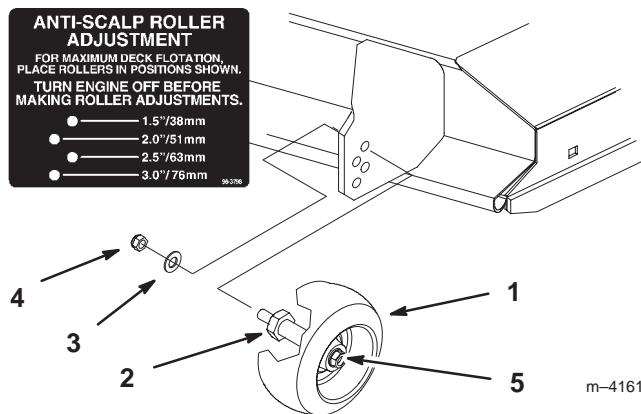

Figure 22
2. Lorsque la hauteur de coupe est réglée, enlevez l'écrou à collarette et la rondelle élastique tout en maintenant le goujon avec une clé (Fig. 22).
- Remarque :** N'enlevez pas l'écrou et la rondelle de la roue (Fig. 22).
3. Choisissez le trou pour que la roue de jauge se trouve le plus près possible de la hauteur de coupe correspondante voulue (Fig. 22).
4. Remettez l'écrou à collarette et la rondelle élastique. Serrez-les à 54–61 Nm (40–45 pieds-livre) (Fig. 22).